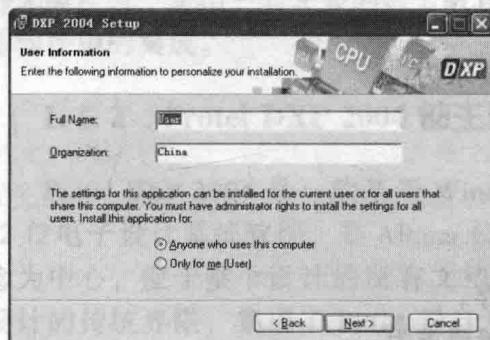

图 1.3 输入用户的相关信息
(3) 单击“Next”按钮，出现如图 1.3 所示的界面，这里要求输入用户的相关信息，如用户名（Full Name）和组织名称（Organization），并对 Protel DXP 2004 安装后的使用权限进行简要的设置。